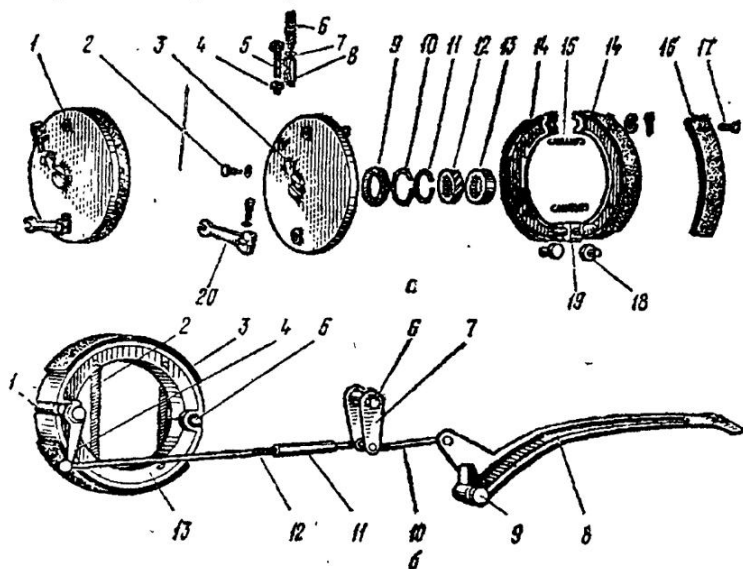

Рис. 6.21. Тормоза мотоцикла "Иж":
Тормоза переднего и заднего колеса у большинства моделей имеют одинаковую конструкцию (рис. 6.21). тормоз состоит из колодок 14 с тормозными накладками 16, разжимного кулачка 19, тормозного барабана и привода.
При нажатии на рычаг 8 ножного тормоза (рис. 6.21, б) движение передается через тягу 10 и промежуточный рычаг 7, установленный на маятниковой вилке, и от него через заднюю тягу 11 - на рычаг 4 кулачка 1. В резьбовом отверстии тяги установлен винт 12 для регулировки тормозов. При повороте кулачка колодки раздвигаются и прижимаются к тормозному барабану. Возвращение колодок в исходное положение после окончания торможения осуществляется пружинами 2. Аналогично работает тормоз переднего колеса.
Неисправности тормозов возникают, как правило, в результате износа тормозных накладок или попадания на их поверхности масла. При замасливании накладки промыть чистым бензином и зачистить мелкой наждачной бумагой. Если полностью исчерпан запас регулировки тормозов, а накладки имеют допустимый износ, то их срок службы можно продлить. Для этого на мотоциклах с литыми колодками достаточно под пята 18 (рис. 6.21, а) подложить регулировочные шайбы из комплекта запасных частей, прикладываемого к мотоциклу.
- отвернуть болт 2 (рис. 6.21, а), фиксирующий гибкий вал во втулке 8;